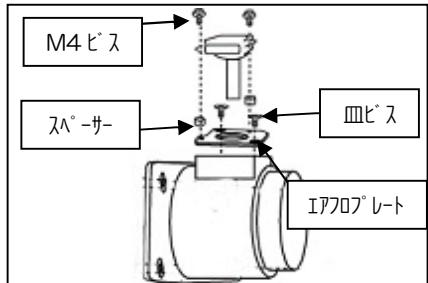

図6
- ①図6を参考にエアフロアダプター、エアフロプレート、エアフロセンサーを組み立てます。